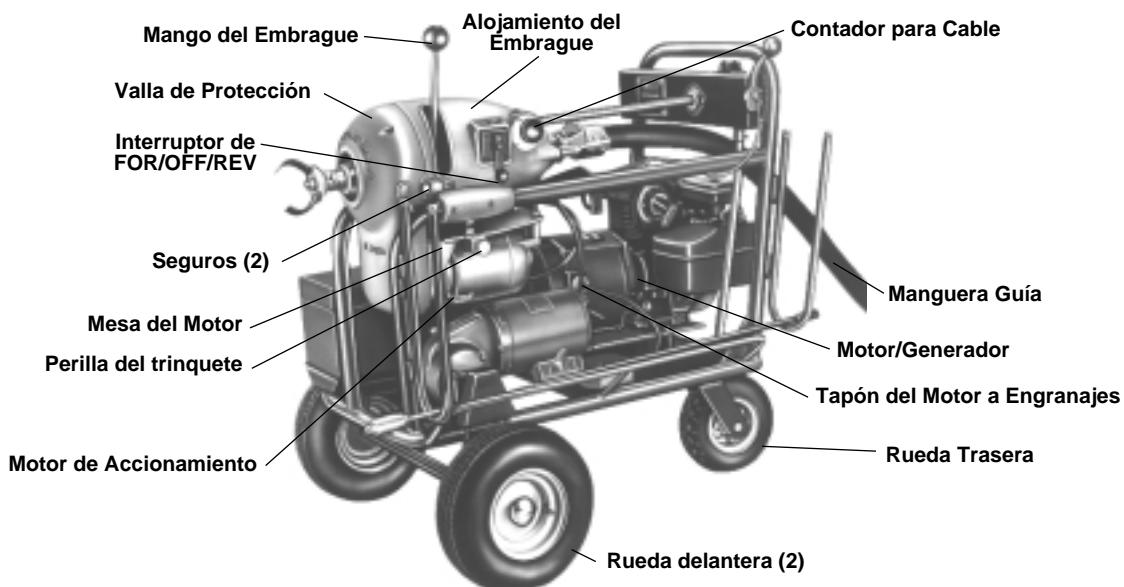
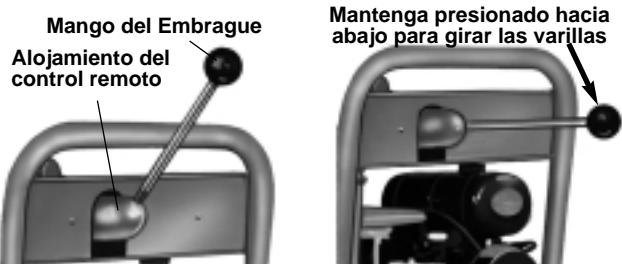

Figura 3 – Máquina K-2000 con manguera guía para cable y mango del embrague en el alojamiento para el embrague
Figura 9 – El mango del embrague en el alojamiento para el control remoto
2. Enganche el embrague de accionamiento y enclave la rueda trasera (*Figura 9*) en una posición recta para así lograr estabilidad. Desconecte el motor a engranajes del motor/generador (*Figura 3*).
3. Suelte los dos seguros (*Figura 3*) y extraiga la valla de protección de la parte delantera de la máquina.
4. Tire de la perilla del trinquete (*Figura 3*) en la mesa del motor y levante la mesa. Aplicando una media vuelta a la perilla del trinquete, enclávela en la posición mas elevada.
8. Atornille el mango del embrague (Figura 3) en el alojamiento del embrague.
9. Acople la manguera guía para cables (Figura 3).
1. Coloque el interruptor de **FOR/OFF/REV** en la posición de **FOR** (Adelante) (Figura 3).
- Tire de la perilla del trinquete (*Figura 3*) en la mesa del motor y levante la mesa. Girando la perilla del trinquete en media vuelta, enclávela en la posición más elevada.
- Atornille el mango del embrague en el alojamiento para el control remoto (*Figura 9*).
- Enclave la rueda trasera con el pasador de enclavamiento (*Figura 3*).
- Coloque el interruptor de **FOR/OFF/REV** para girar la varilla (*Figura 3*) en la posición de **FOR**(Adelante).